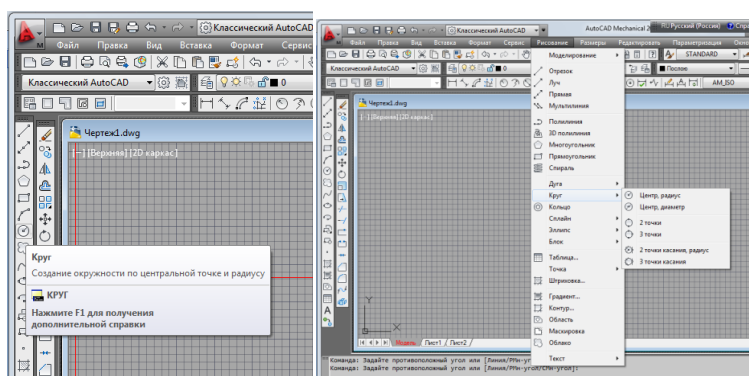

Рисунок 2.9 – Команда «Круг»
- из строки меню «Рисование» – «Круг» (рисунок 2.9).